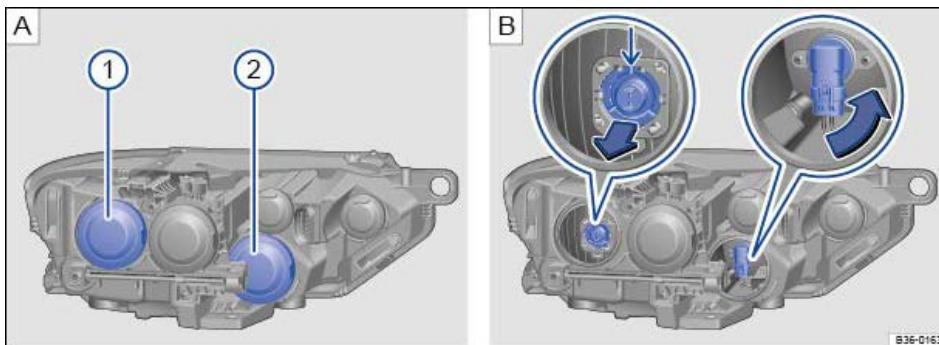

Abb. 307 Im Motorraum: Abdeckungen im linken Frontscheinwerfer für Abblend- und Fernlicht.
⇒ Abb. 307	Handlungen nur in der angegebenen Reihenfolge ausführen:
Abblendlicht ⇒ Abb. 307(1)	Fernlicht ⇒ Abb. 307(2)